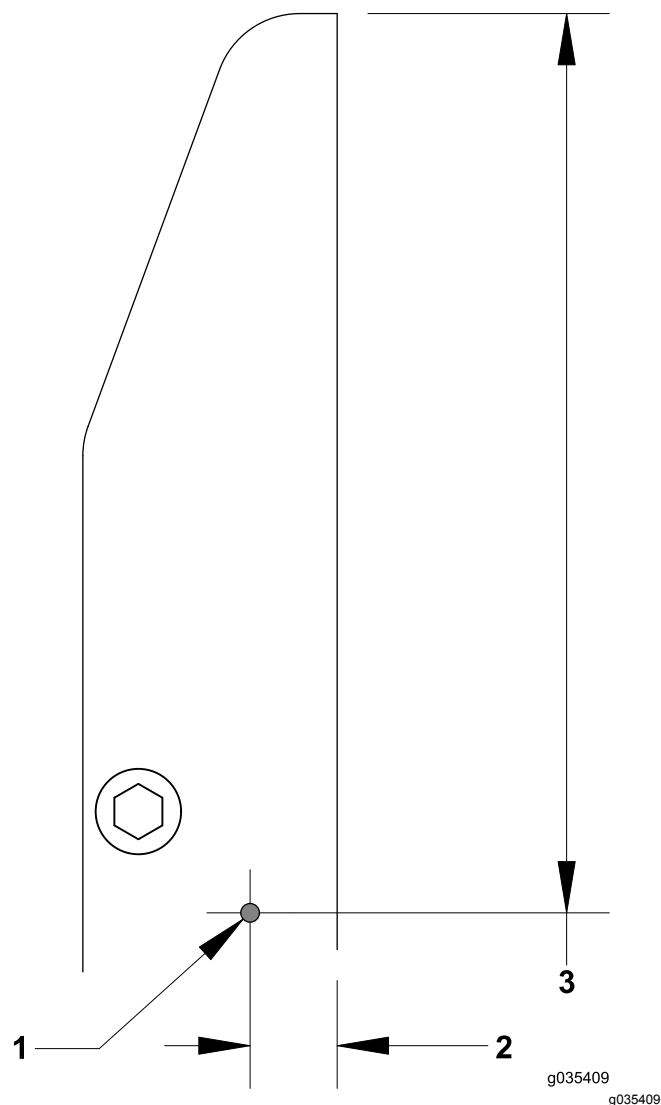

Figura 5
1. Localice y perforo el siguiente taladro para la tapa del enchufe (Figura 5).